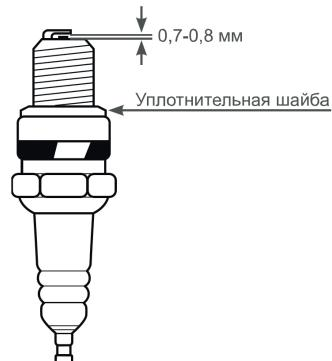

Рис. 17. Обслуживание свечи зажигания
- Измерьте зазор между электродами свечи зажигания специальным щупом. Зазор должен быть 0,7-0,8 мм (Рис. 17). При увеличении, или уменьшении требуемого зазора, рекомендуется заменить свечу, так как регулировка зазора может привести к изменению качества искрообразования.